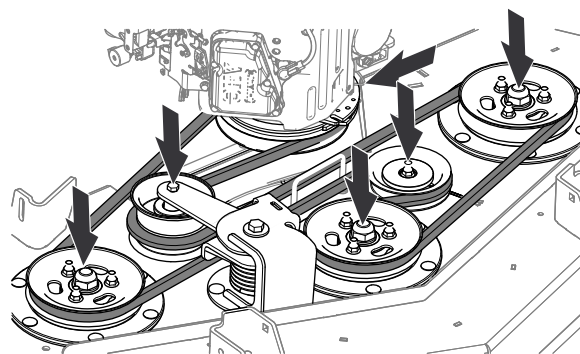

Figure 79
2. Acheminez la courroie comme montré à la Figure 79.